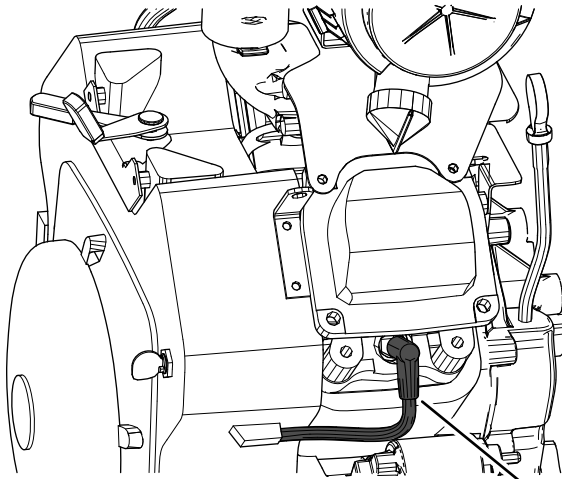

Figura 35
2. Pulite l'area attorno alle candele (Figura 35).
3. Scollegate i cappelli della candela dalle candele (Figura 35).